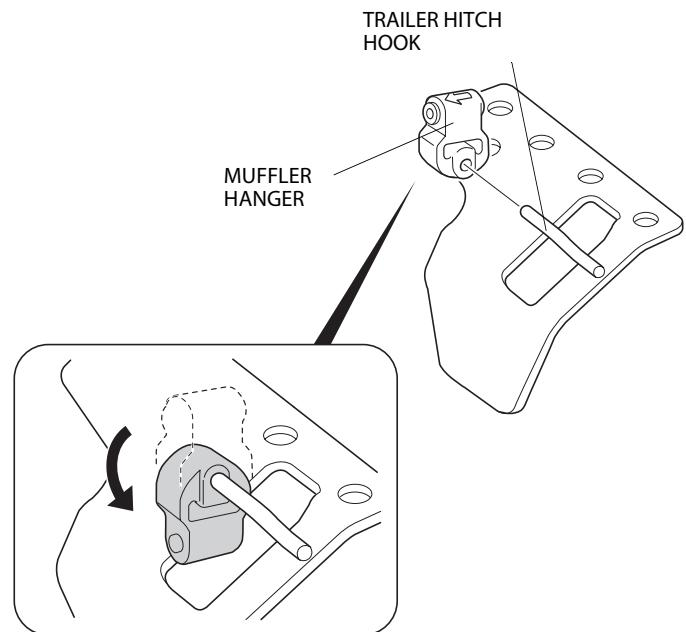

Fig.3
- Снять резиновое кольцо от удаленного кронштейна для подвески выхлопной трубы и надеть кольцо на приваренный к букирному крюку палец. См. рисунок 3.